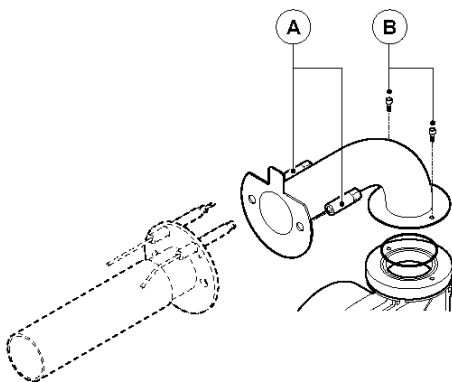

Рис. 11.2.1
- снимите вентиляционный патрубок, для чего выверните винты А и В, и снимите головку газовой горелки (рис. 11.2.1 и 11.2.2);
- снимите головку газовой горелки, как было описано в предыдущем пункте (Рис. 11.2.1 и 11.2.2);